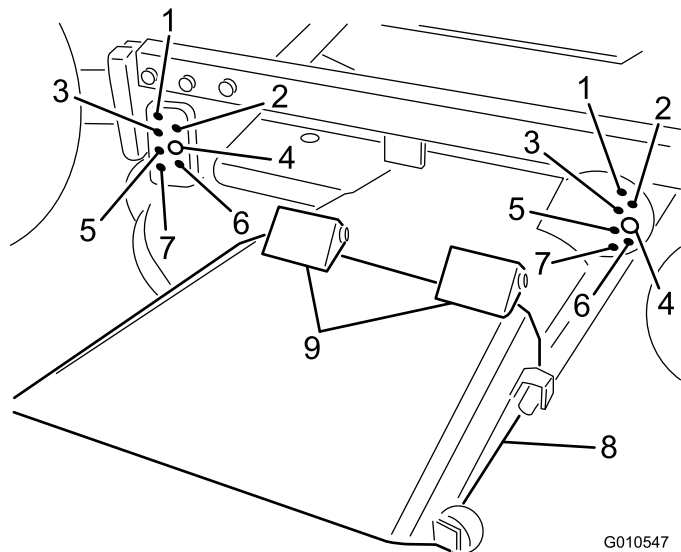

Figura 11
A altura de corte é ajustável de 25 a 102 mm em incrementos de 13 mm recolocando 4 pinos de forquilha em diferentes orifícios (Figura 11).
**Nota:** O deflector é activado por mola na sua posição inferior normal de funcionamento (Figura 11), mas o operador pode, temporariamente, desviá-lo do caminho para facilitar a carga no atrelado ou quando é necessário noutra situação.